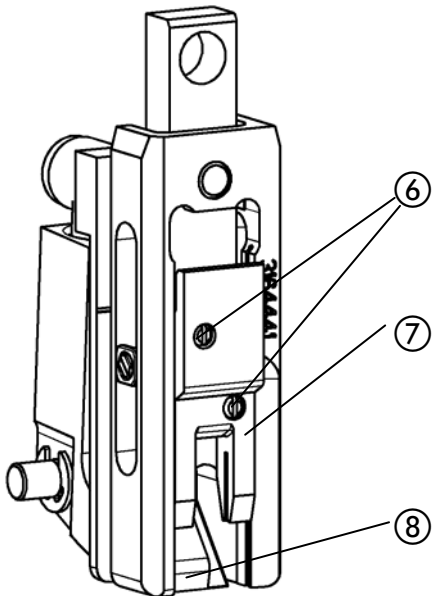

Abb. 39
- Abb. 39 -
- Gewindestifte ⑥ herausdrehen und Treiber ⑦ nach unten aus dem Umbieger schieben.
- Schuhzunge ⑧ nach hinten drücken und Treiber von unten in den Umbieger schieben.